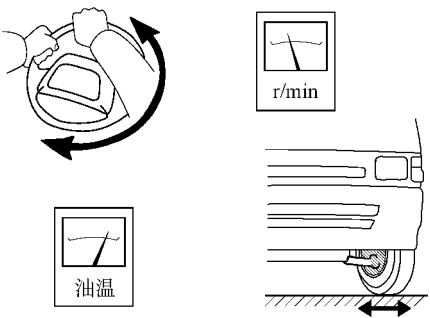

图 16-39 升高液压油温度
- (1) 保持车身呈水平状态。
- (2) 升高液压油温度。发动机以等于或小于 1000r/min 进行怠速运转时，反复数次将转向盘从锁定侧转到相反的锁定侧，以提高液压油的温度，如图 16-39 所示。